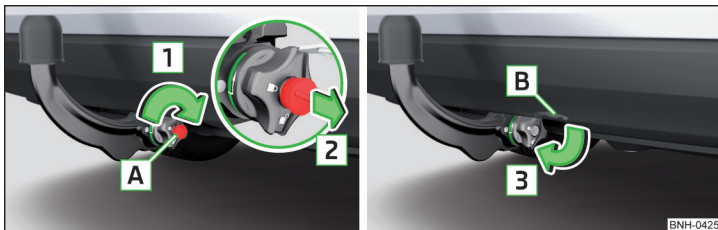

Fig. 225 Bloquear la cerradura y retirar la llave/ Introducir la tapa en la cerradura
- Gire la llave [A] en el sentido de la flecha [1] de manera, que la flecha en la llave muestra hacia el símbolo  » fig. 225.